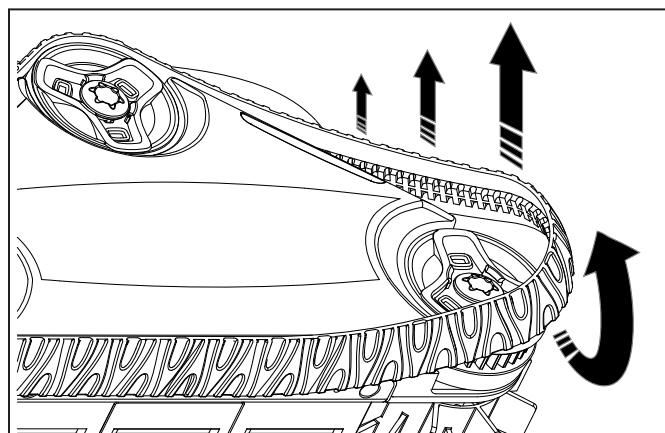

Figura 30. Jale la pista sobre las ruedas para quitarla
- Comenzando en una de las ruedas, con los dedos, separe el interior de la pista para separar el borde del neumático de la rueda (vea la figura 30). Retire la pista del limpiador.